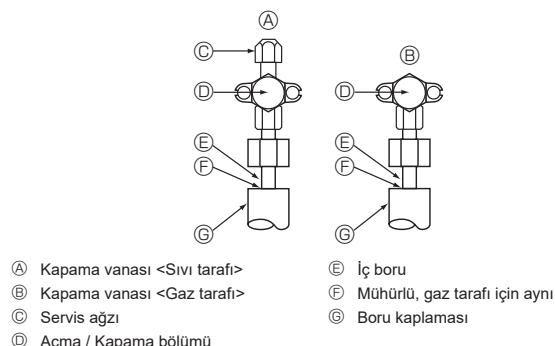

Fig. 4-4
4.4. Soğutucu borusu hava sızdırmazlığı test yöntemi (Fig. 4-4)
- ① 0,5 Mpa'a (5 kgf/cm²G) kadar basınç verin, beş dakika bekleyin ve basıncın düşmediğinden emin olun.
- ② 1,5 Mpa'a (15 kgf/cm²G) kadar basınç verin, beş dakika bekleyin ve basıncın düşmediğinden emin olun.
- ③ 4,15 Mpa'a (41,5 kgf/cm²G) kadar basınç verin ve çevre sıcaklığını ve soğutucu basıncını ölçün.
- Basınç (2) ve (3) adımda düşerse, gaz kaçığı var demektir. Gaz kaçığının kaynağını araştırın.